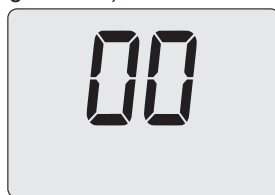

Figura 9.18
- Premendo il tasto 16 (Figura 9.15) sul display LCD appare il valore del parametro P06 (Figura 9.18).